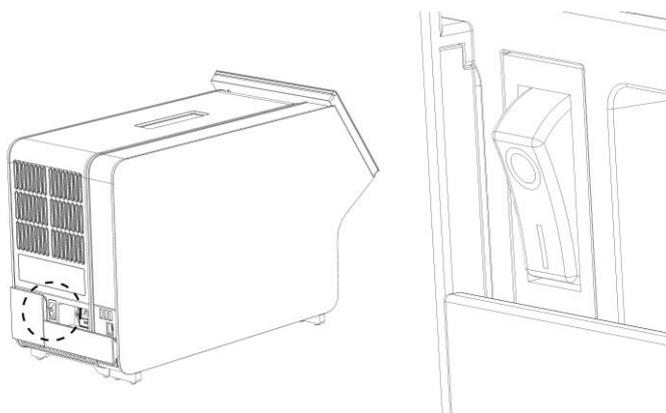

Figure 11. Localisation de l'interrupteur d'alimentation et passage en position « I ».
9. **Mettez l'instrument sous tension en plaçant l'interrupteur d'alimentation à l'arrière du module analytique en position « I » (figure 11). Vérifiez que les voyants d'état des modules analytique et opérationnel sont bleus.**